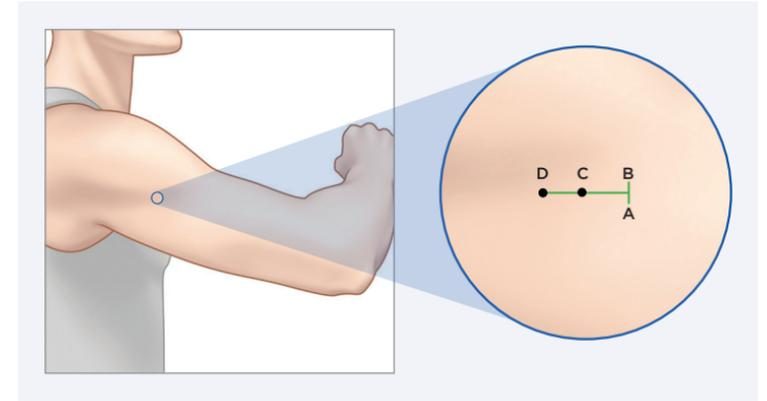

Abbildung 1
Eine Lokalanästhetikum (etwa 2 ml Lidocain) sollte entlang der geplanten Inzisionstelle (entlang AB) und rechtwinklig zur geplanten Inzisionstelle (entlang CD) injiziert werden, entlang des geplanten Wegs des stumpfen Dissektors. (Abbildung 1).
Beginnen Sie an Punkt B (Abbildung 1) mit der Inzision und führen Sie den Schnitt zu Punkt A, bis die Inzision ca. 5 mm lang ist.
2. Nehmen Sie den stumpfen Dissektor von der Ablage und führen Sie ihn in einem 45-Grad-Winkel an der Mittellinie zwischen A und B (Abbildung 1 und 2) ein, so dass die Spitze und der verjüngte Teil des stumpfen Dissektors unter der Haut liegen, und zwar so tief, bis die Abstandhalter die Haut berühren.